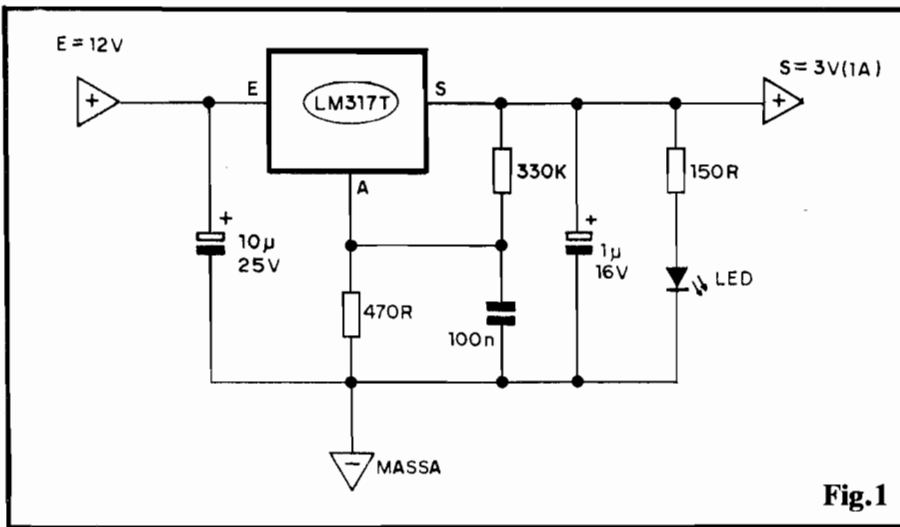

Fig. 1
- FIG. 1 - O CIRCUITO - No conversor anteriormente publicado, que "transformava" os 12V nominais da bateria do carro em 6 ou 9 volts (escolhidos por chavinha), usamos um "truque" circuitual que possibilitava a um Integrado Regulador de Tensão referenciado para 5V (7805) fornecer as ditas "voltagens" de Saída, com boa precisão e excelente regulagem/estabilização... Infelizmente não é possível
usar semelhante "artifício" para obter, de um 7805, Tensão de Saída inferior aos seus 5V nominais... Existe, porém, um outro Integrado Regulador de Tensão, este ajustável, "parente" próximo do 7805, que é o LM317T (agora produzido no Brasil pela SID MICROELETRÔNICA...) e a partir do qual "voltagens" de Saída reguladas e estabilizadas, tão baixas quanto até 1,5 volts, podem ser obtidas com facilidade e eficiência, e em arranjos circuitais extremamente simples e econômicos! Observem o diagrama esquemático na fig. 1: o dito LM317T, além dos seus terminais de Entrada (E) e Saída (S), apresenta um terceiro terminal (A) com a função de "ajuste", através de cuja polarização (a partir de um cálculo simples...) podemos determinar a real "voltagem" presente na Saída... No caso, a relação entre os valores dos resistores de 330R e 470R é que determina o "tamanho" da Tensão "S"... Para fugir do uso de resistores ajustáveis (trim-pots ou potenciômetros), simplificando e barateando o projeto,